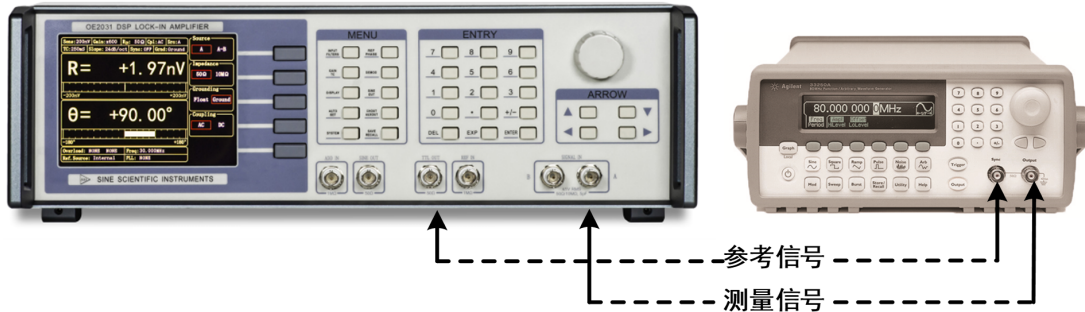

图 94. 信号线连接图
2. 用一条带 BNC 接头的信号线连接函数信号发生器的输出接口和 OE2031 前面板 SIGNAL IN 的 IN+ 接口，用另一条带 BNC 接头的信号线连接函数信号发生器的参考信号接口和前面板的 REF IN 接口，如图94所示：